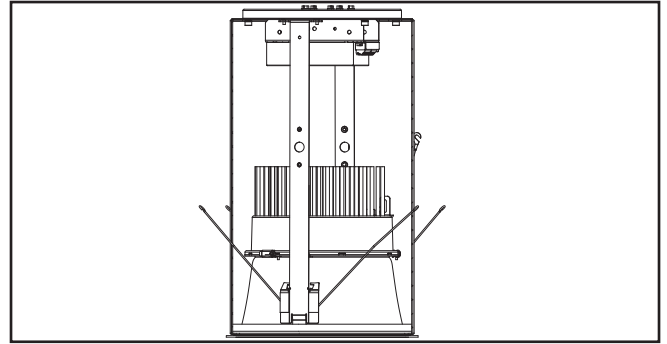

Figura 8.
5. Instale el motor de la luminaria LED y la unidad de la moldura insertando los muelles de torsión en los receptores del muelle ubicados dentro del alojamiento (Figura 8).